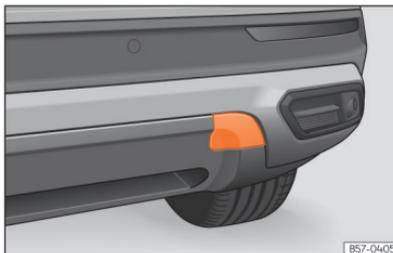

Abb. 194 Auf der rechten Seite des hinteren Stoßfängers: Abdeckung entfernen.
Die Abschleppöse wird in die hinter einer Abdeckung auf der rechten Seite des hinteren Stoßfängers befindliche Aufnahme eingeschraubt »» [Abb. 194].
- Drücken Sie auf den oberen Bereich der Abdeckung »» [Abb. 194] und klinken Sie diese aus.